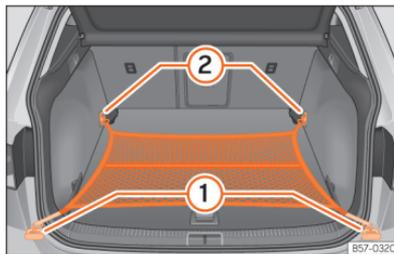

Abb. 172 Im Gepäckraum: flach eingehängtes Gepäckraumnetz.
- Hängen Sie die Haken in die Verzurrosen ein » (Abb. 172) ① und ② » ⚠️. Der Reißverschluss des Gepäckraumnetzes muss dabei nach oben zeigen.